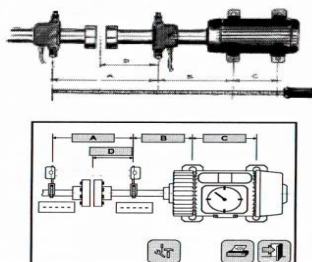

Figura 2 – Posicionamento da Máquina
5.2 Posicionar a máquina a ser movimentada frontalmente à máquina fixa (Figura 2).
6.2.1 Os ângulos e valores de desalinhamento são usados para determinar a qualidade do alinhamento (ver simbologia na figura 2). Estes valores são comparados com as tolerâncias de alinhamento para determinar a correção necessária. Os valores indicados nos pés da máquina a ser movida, indicam onde e quanto a correção deve ser efetuada.